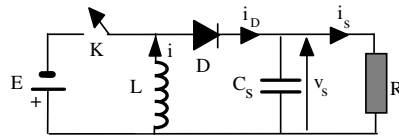

Figure 2
1) Montrer que ce convertisseur peut se ramener au circuit équivalent de la figure 2. Donner pour cela l'expression de  $E$  et de  $L$ . Que représente le courant  $i$  ?
On travaille désormais avec le circuit équivalent de la figure 2. Le hacheur fonctionne en conduction discontinue et est piloté par Modulation de Largeur d'Impulsion (MLI, rapport cyclique  $\alpha$ ) à la fréquence de découpage  $F$ . La position de l'interrupteur  $K$  est repérée par la variable  $u$  :